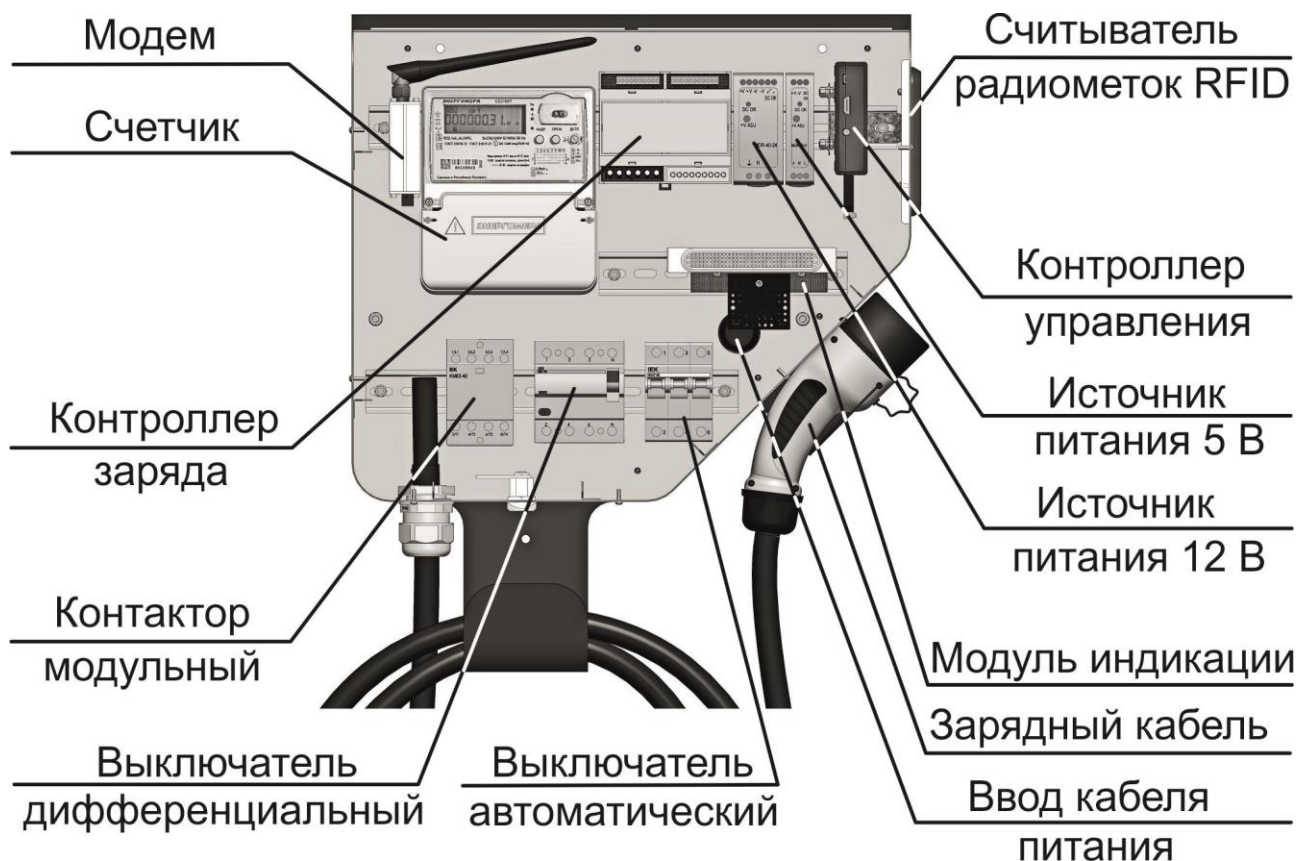

Рисунок 2 – Конструкция станций EC-302-28, EC-302-38
- ◆ Через ввод питающего кабеля (см. рисунок 2) пропустите сетевой кабель.